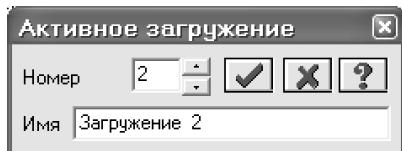

Рис.7.19. Диалоговое окно
- Смените номер текущего загружения, вызвав диалоговое окно **Активное загружение** (рис.7.19) с помощью меню **Нагрузки** ⇒ **Выбор загружения** (кнопка на панели инструментов).